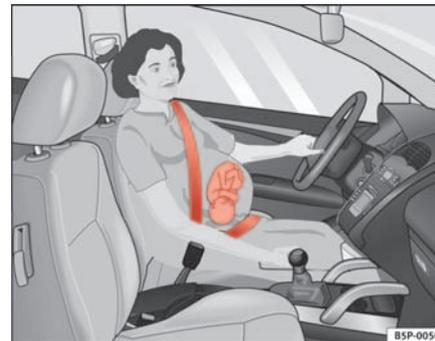

Abb. 14 Gurtbandverlauf bei schwangeren Frauen ▶
- Ziehen Sie das Gurtband an der Schlosszunge gleichmäßig über Brust und möglichst tief vor das Becken ⇒ Seite 25, Abb. 14.